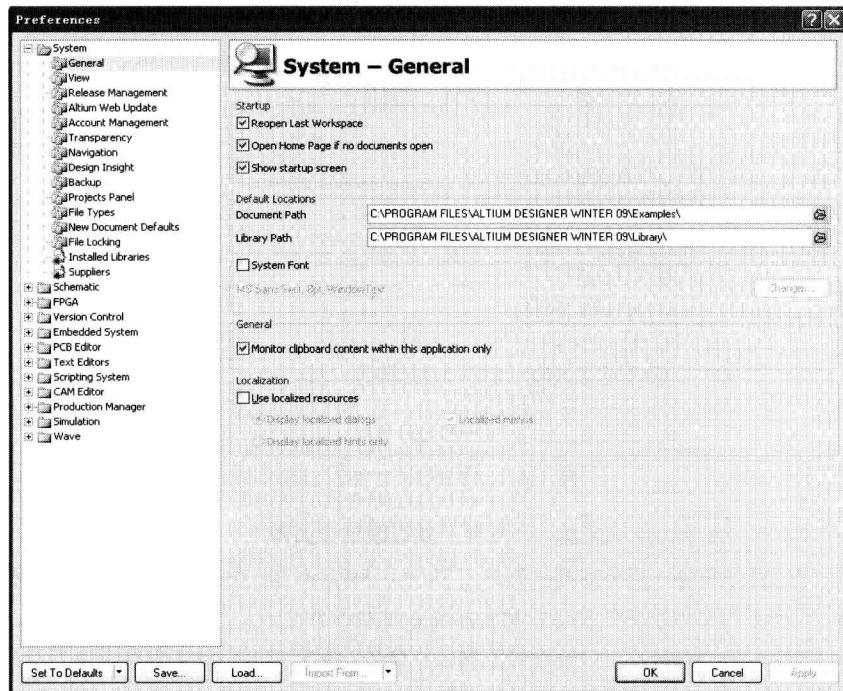

图 1-4 “Preferences”对话框
- ◆ “Preferences”（优选参数设置）命令：用于设置 Altium Designer 的系统参数，包括资料备份和自动保存设置、字体设置、项目面板的显示、环境参数设置等。单击该命令将弹出如图 1-4 所示的“Preferences”（优选参数设置）对话框。